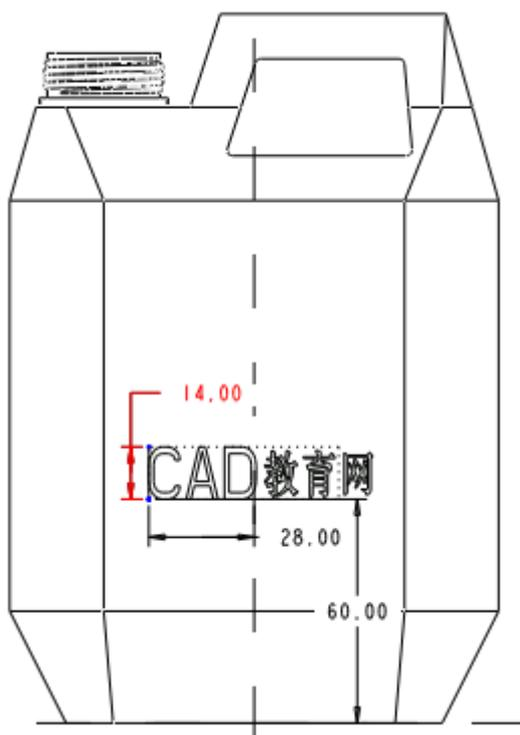

图 51-28
(5) 单击  按钮，确认文字输入。修改文本的定位尺寸，如图 51-28 所示。